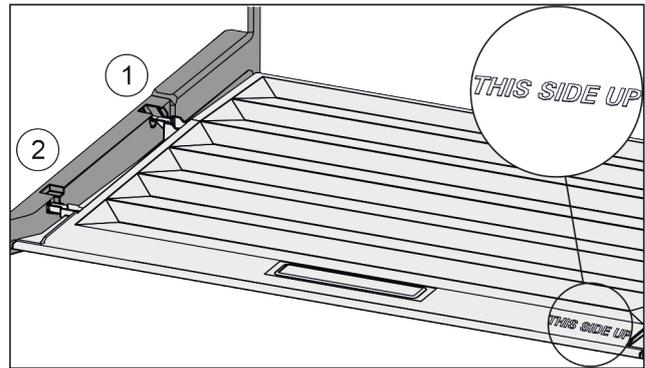

Fig. 57
- ▶ Inserire le nervature del coperchio attraverso l'apertura del supporto posteriore Fig. 57 (1) e innestare anteriormente nel supporto Fig. 57 (2).